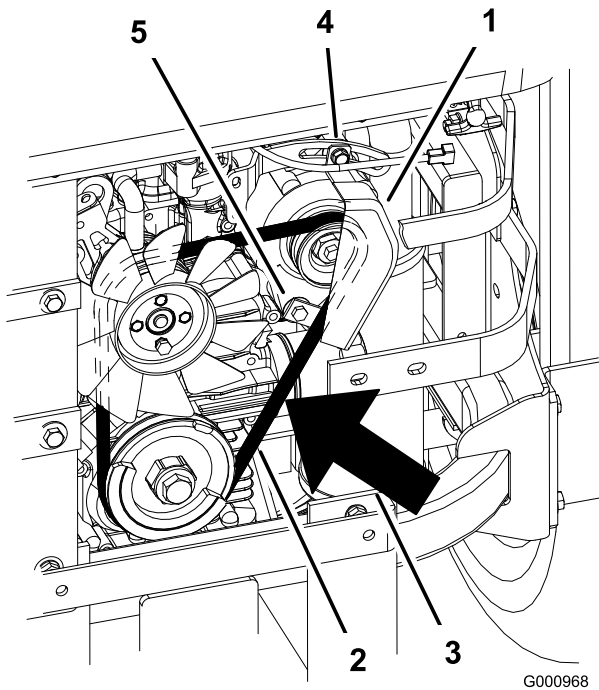

Bild 72
2. Stellen Sie die Lichtmaschine nach außen ein, sodass der Riemen zwischen den Motor- und Lichtmaschinenspannscheiben 7 bis 9 mm durchhängt, und Sie eine Kraft von 10 kgf aufbringen (Bild 72).
5. Wenn die Spannung richtig ist, ziehen Sie die untere und obere Schraube fest (Bild 72).